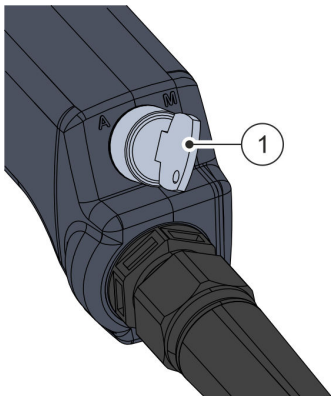

Abb. 25 Betriebsartenwahlschalter am Handcontroller (Betriebsart Manuell)
Die Betriebsart Manuell **Abb. 25 /M** wird am Betriebsartenwahlschalter **Abb. 25 /①** des Handcontrollers eingeschaltet.